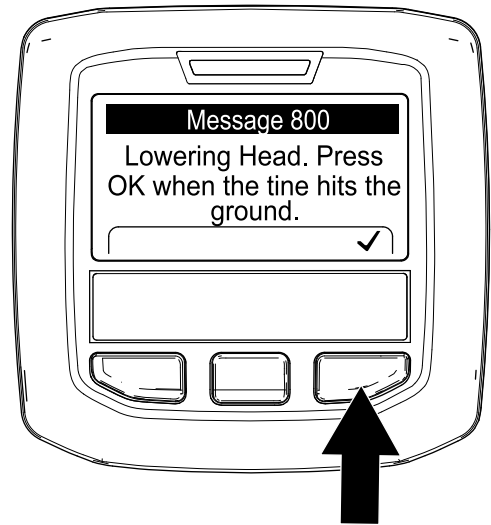

Bild 69
- Wenn ein Tines den Boden berührt, drücken Sie die rechte InfoCenter-Taste auf dem Bildschirm „Aerifizierkopf absenken“ (Bild 69).